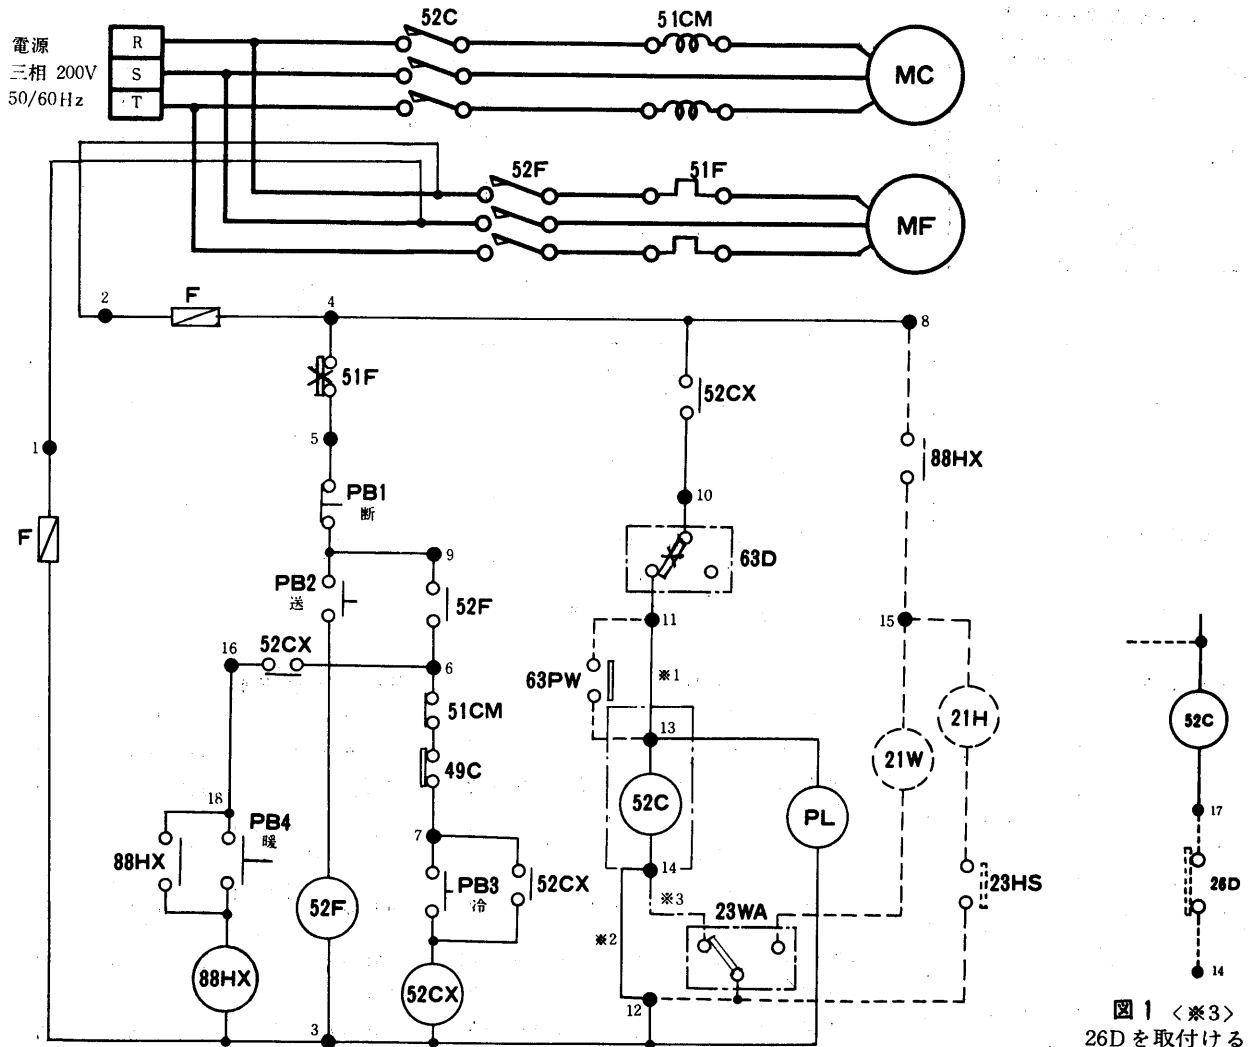

図1 <※3>
2. ※3---- は霜取温調を取付けるとき図1のようになります。